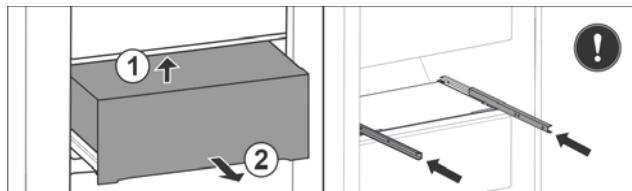

Fig. 35 *
- Поднимите выдвижной ящик сзади снизу Fig. 35 (1).*
- Извлеките движением вперед Fig. 35 (2).*